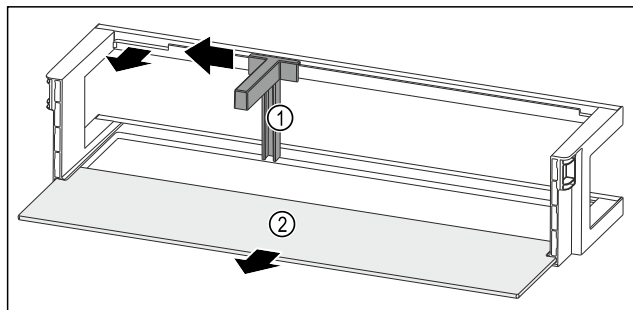

Fig. 231 Balconcino controporta con fermabottiglie e ripiano
- Spingere il fermabottiglie Fig. 231 (1) lateralmente fino all'incavo.
- Rimuovere il fermabottiglie Fig. 231 (1).
- Rimuovere il ripiano Fig. 231 (2).